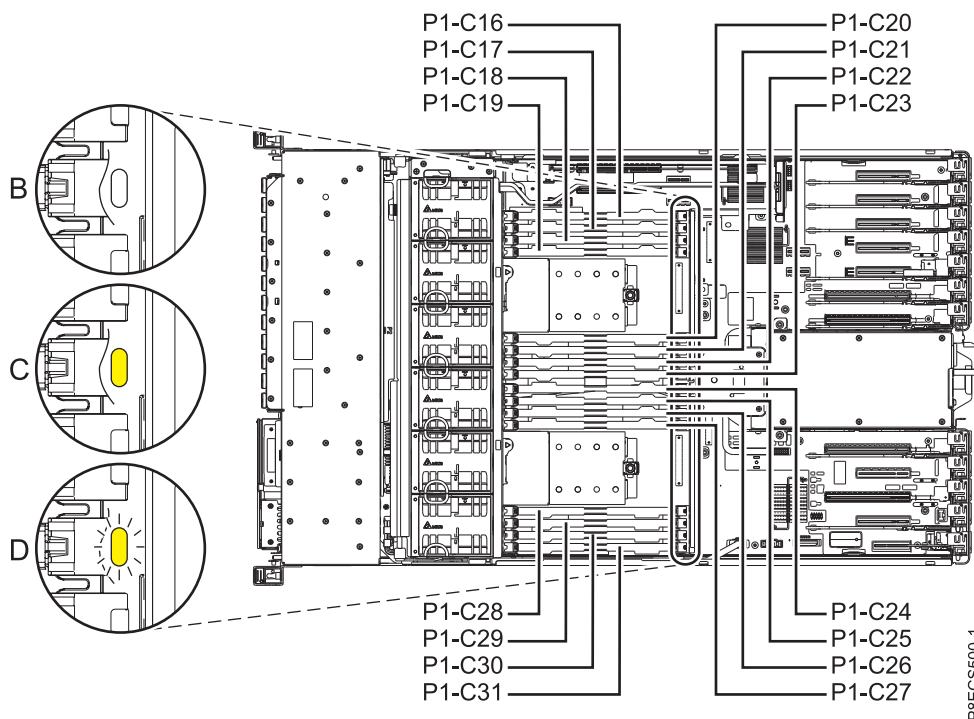

Figura 9. Indicadores LED para un módulo de memoria funcional y anómalo
- f. Verifique que el LED ámbar del módulo de memoria sustituido está **Apagado**, tal como se muestra en (B) en la Figura 9.